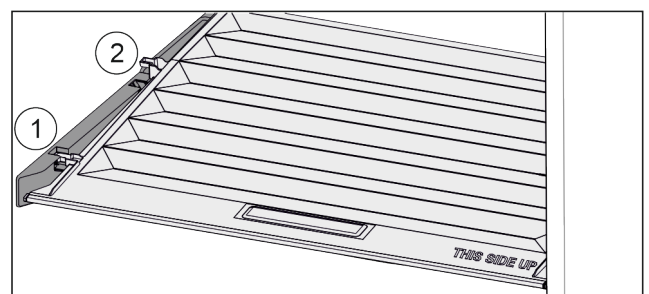

Fig. 134
- ▶ Trageți capacul în față Fig. 134 (1) până la orificiul din piesele suportului.
- ▶ Ridicați în spate de jos și scoateți Fig. 134 (2) în sus.